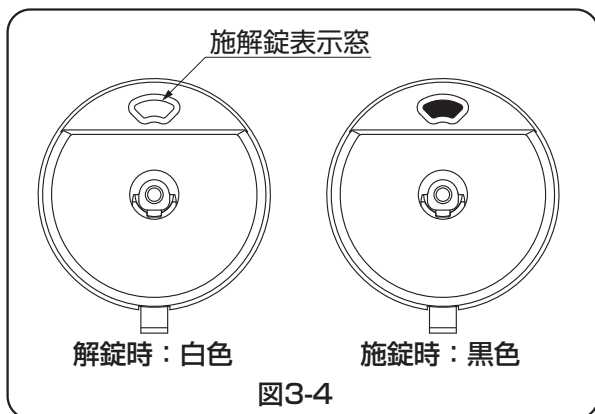

図3-4
- 施解錠表示の色が、解錠時「白」、施錠時「黒」になります。(図3-4参照)
- ①おでかけサムターンまたはエマージェンシーで施錠・解錠するには、(※3)のボタンを押し上げながらおでかけサムターン・エマージェンシーを差込み、表3-2にしたがって操作します。